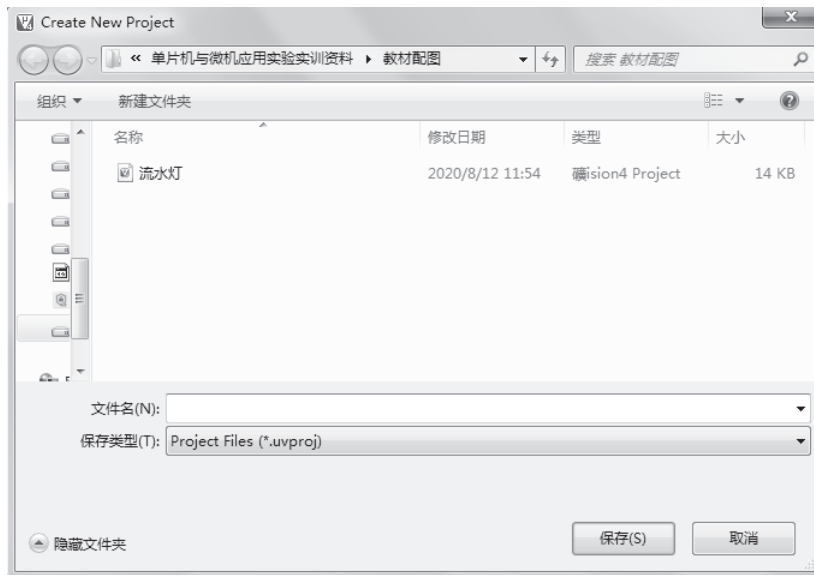

图 1.10 “Create New Project” 窗口
(2) 单击“新建 μVision 工程”（New Project）选项后，就会弹出“Create New Project”窗口，如图 1.10 所示。在“文件名 (N)”中输入一个工程的名称，保存后的文件扩展名为“.uvproj”，即工程文件的扩展名，以后直接单击此文件就可打开先前建立的工程。